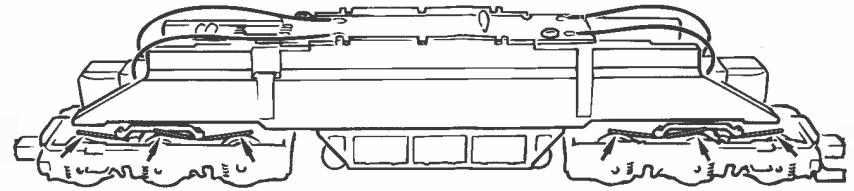

Fig. 10
4. Kohlebürstenwechsel: Lokgehäuse abnehmen (Fig. 3). Danach wird der Motor ausgebaut und die Kohlebürsten ausgewechselt (Fig. 10).
4. Carbon Brush Changing: First remove loco body (fig. 3), and then the motor (fig. 10).
4. Remplacement des balais du moteur: Démontez la caisse (fig. 3). Démontez ensuite le moteur et échangez le balais (fig. 10).